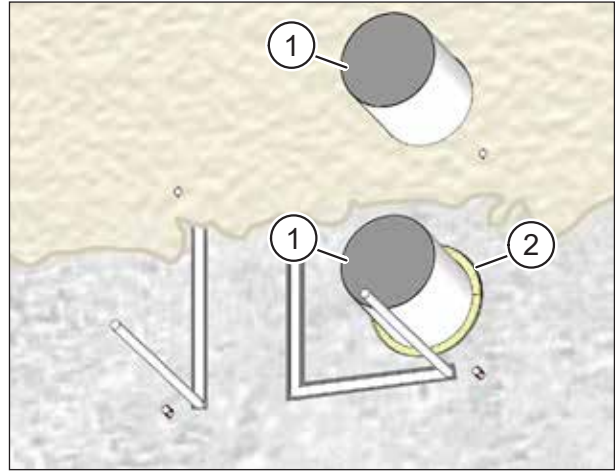

Abb. 27: Innenwand verputzen
- ▶ Verschließen Sie vor dem Verputzen beide Öffnungen der Lüftungsrohre mit Klebeband (Pos. 1 in Abb. 27) oder anderem geeigneten Material.
- ▶ Schneiden Sie den Montageschaum (Pos. 2 in Abb. 27) bündig zur Rohwand ab.